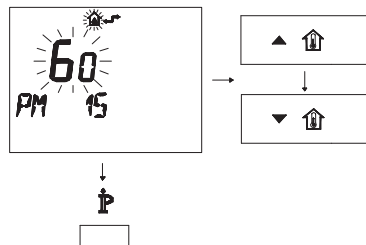

Figura 5.41
- Modificare il SET programmato agendo sui pulsanti **▲** **⬆** o **▼** **⬆** fino a visualizzare un **set di 60**, aspettare che il numero programmato cominci a lampeggiare (Figura 5.41).